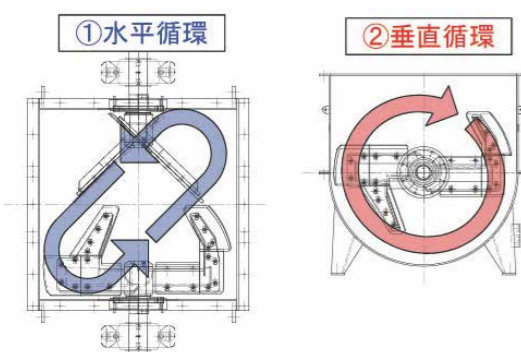

図7 高循環構造
- ・図7①は水平方向の代表的な材料循環パターン。
- ・図7②は垂直方向の代表的な材料循環パターン。